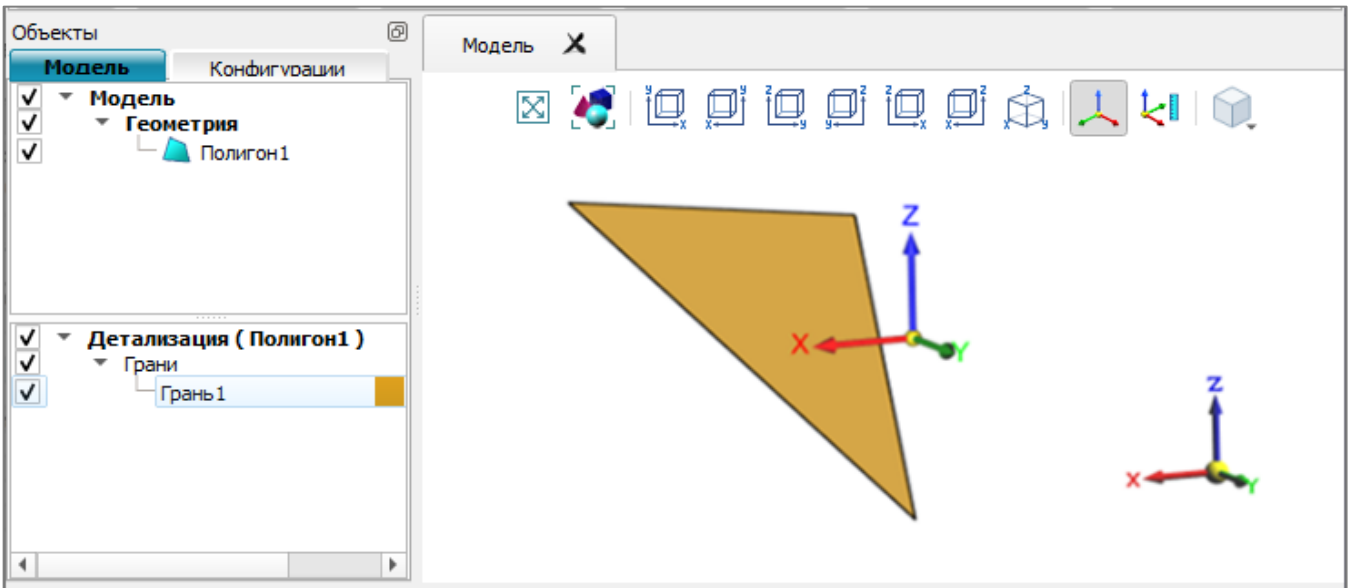

Рис. 19
1) добавить в модель примитив *Полигон* и отредактировать координаты его вершин (рис. 19);